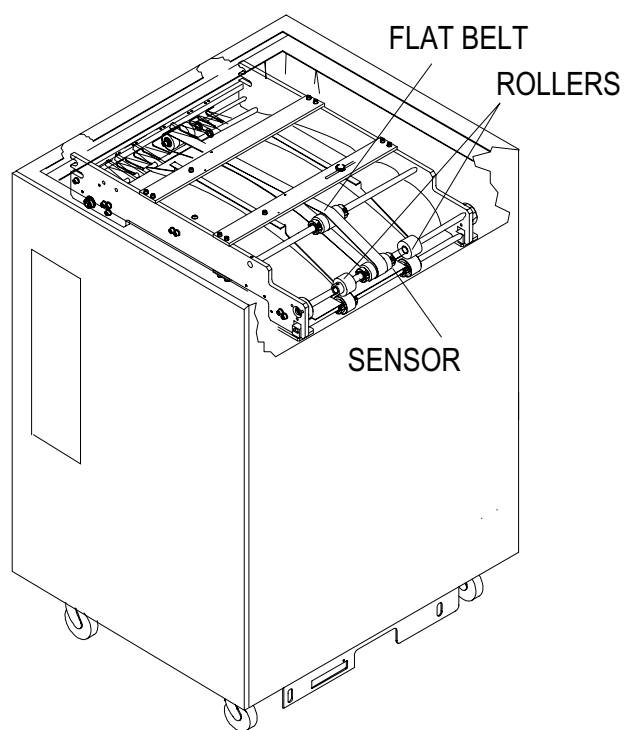

Figura 4-5: Pulizia dell'impilatore di derivazione
- 2 Pulire i tre rulli rossi di alimentazione e la cinghia piatta verde, come illustrato nella Figura 4-5, usando solamente alcol isopropilico al 90% ed un panno pulito liscio.
- 3 Pulire il sensore, come illustrato nella Figura 4-5, usando solamente alcol isopropilico al 90% ed un panno pulito liscio.